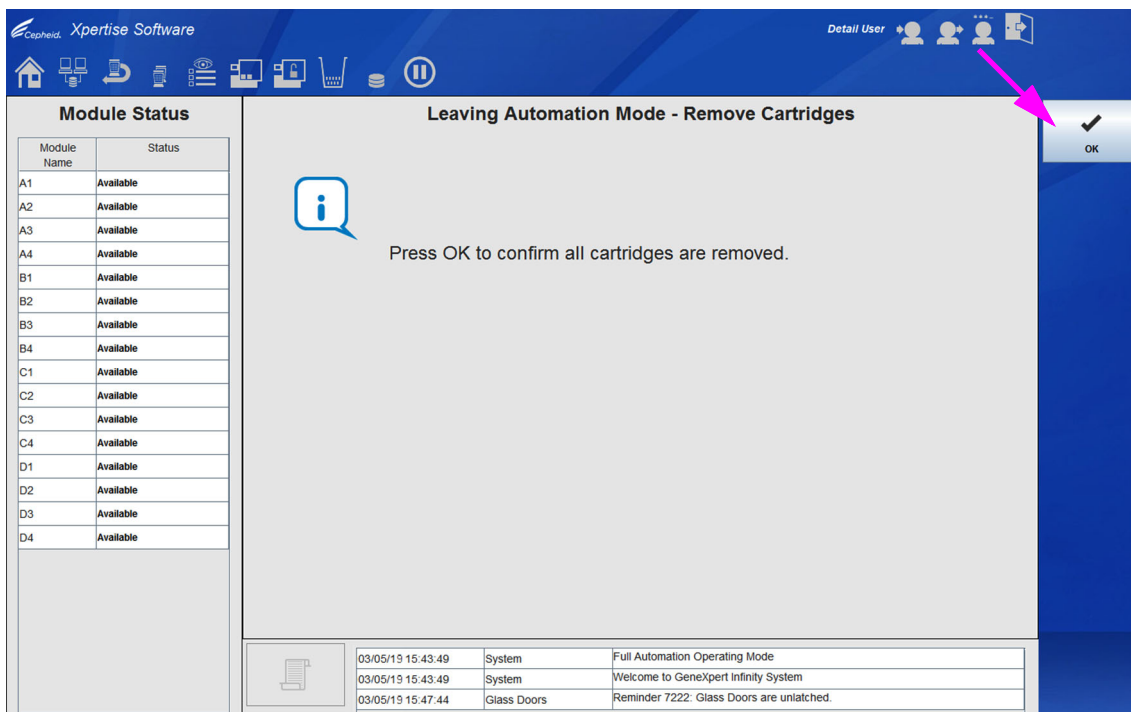

図 5-96. 自動化モード終了 - カートリッジの取り外しワークスペース
7. 全てのカートリッジがシステムから取り外されたら、**カートリッジの取り外し (CARTRIDGE(S) REMOVED)** ボタンを選択します (図 5-95 を参照)。自動化モード終了 - カートリッジの取り外し確認 (Leaving Automation Mode - Remove Cartridges) ワークスペースが表示されます。図 5-96 を参照。